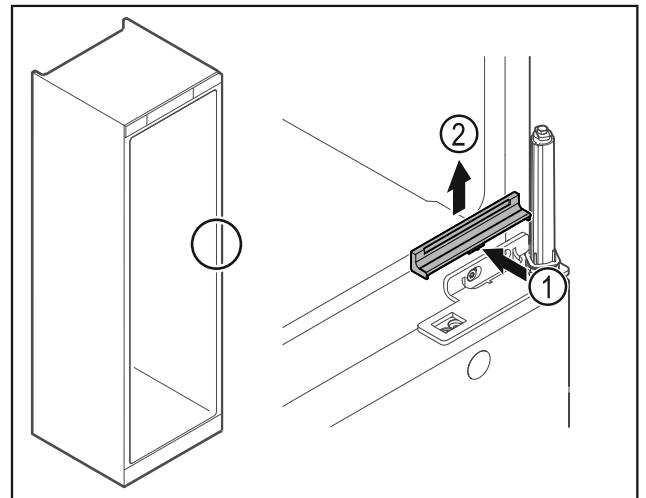

Fig. 31
- ▶ Кришку Fig. 31 (1) трохи натиснути в центрі та зняти рухом вгору Fig. 31 (2).